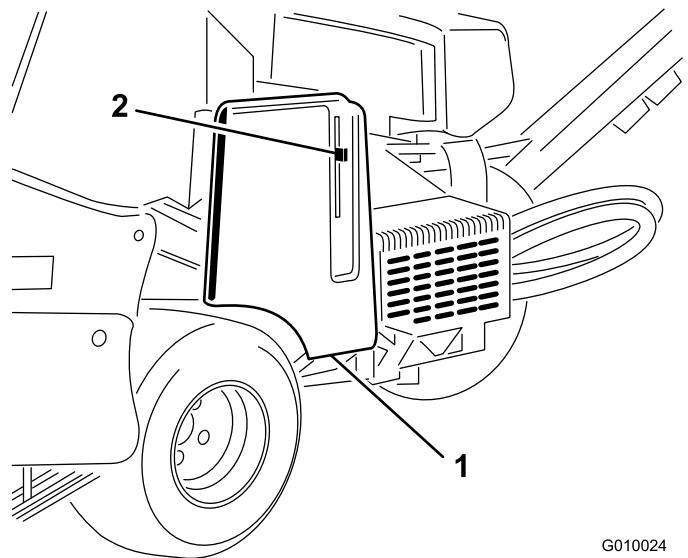
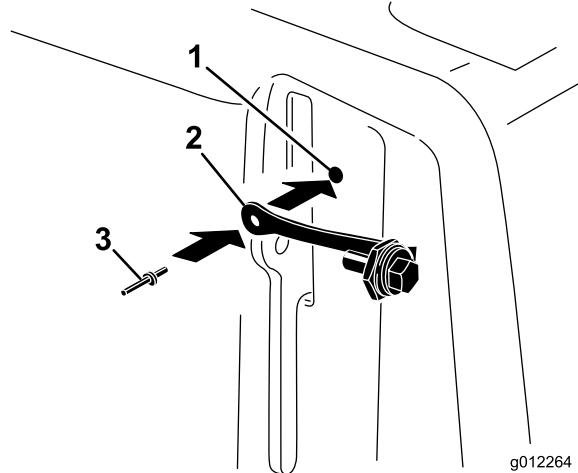

Рисунок 16
Рисунок 17
1. Найдите отверстие в крышке ремня рядом с пазом для рычага фиксатора (Рисунок 16 и Рисунок 17).
2. Закрепите строп в отверстии крышки ремня с помощью закладной заклепки (Рисунок 17).